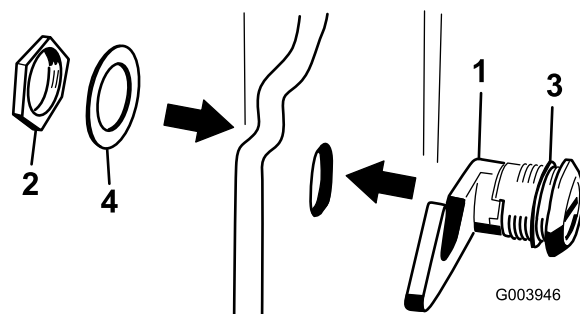

Figura 17
3. Togliete il dado dal gruppo del fermo del cofano (Figura 17).